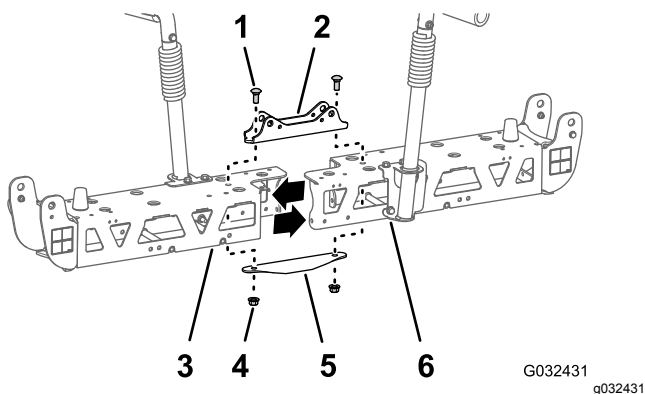

Figura 53
2. Rimuovete i 2 bulloni a testa tonda (1/2\" x 1 1/4\") e i 2 dadi di bloccaggio (1/2\") che fissano il supporto stretto del cilindro, i telai delle travi di sinistra e di destra e la piastra di ancoraggio stretta (Figura 53).